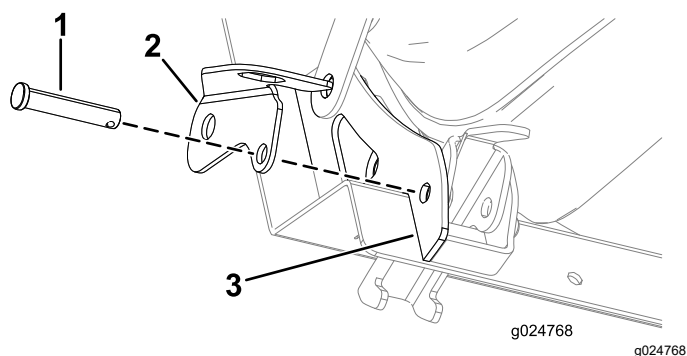

Figura 21
3. Insira parcialmente o passador de forquilha através do suporte do bloqueio (Figura 21).
4. Alinhe o suporte de bloqueio e o passador de forquilha através do furo da placa de reforço exterior do banco (Figura 21).